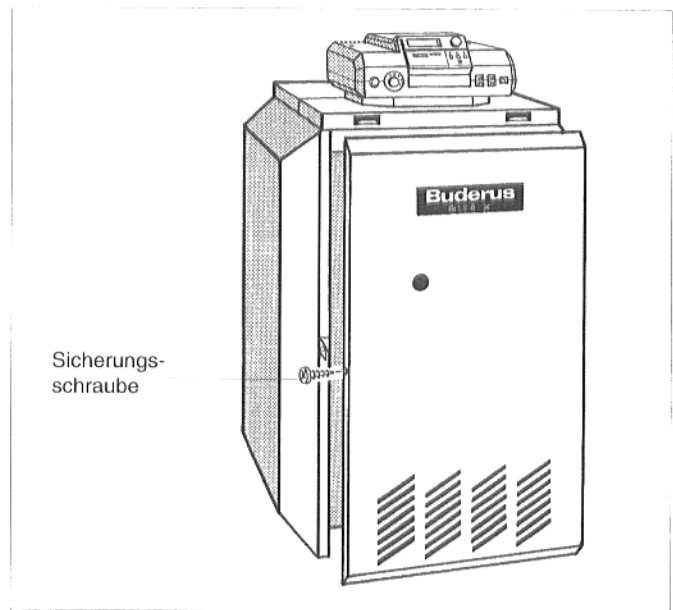

Abb. 34: Kesselvorderwand montieren
- Sicherungsschrauben links und rechts in die Seitenwände eindrehen (Abb. 34).